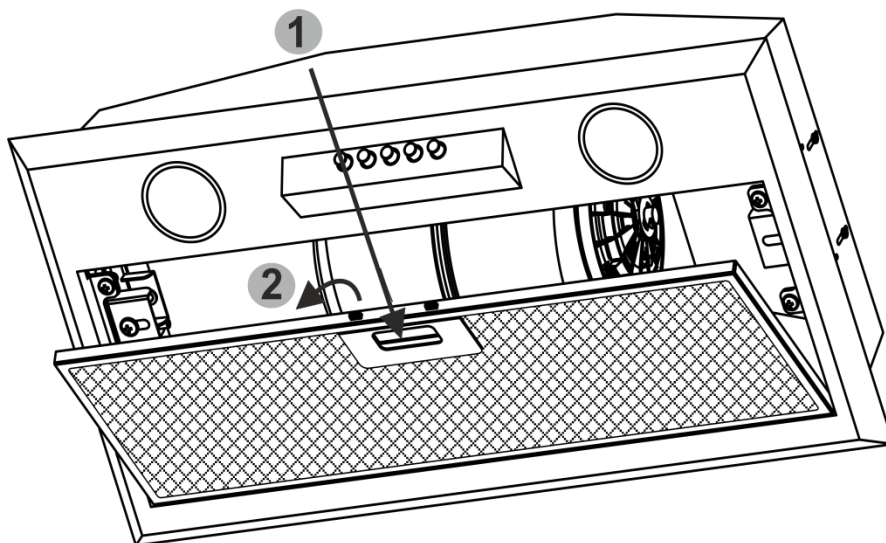

Рис. 5
7.9 Для зняття алюмінієвого фільтра (рис. 5) слід натиснути на пружинну засувку **1** і, потягнувши вниз **2**, зняти фільтр з панелі. Установку фільтра виконати в зворотному порядку. **Не встановлюйте фільтр після миття до його повного висихання.**